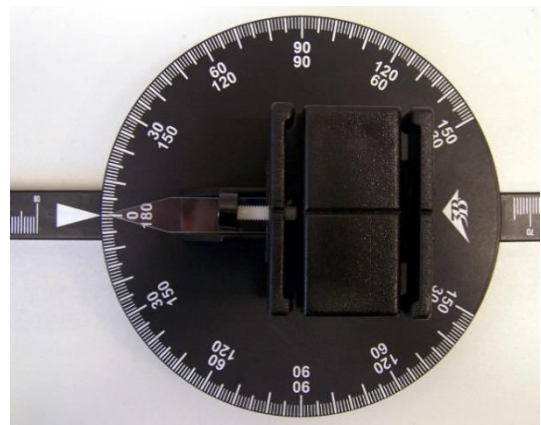

Fig. 3: Posição 0° do sistema de trilhos
- Colocar o sistema de trilhos na posição 0° (Fig. 3).
- Fixar o suporte da placa como mostrado na Fig. 3 e fixar com o parafuso sem cabeça.